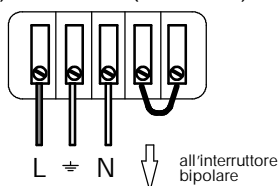

fig. 3.5
- 1 Collegare il cavo di alimentazione elettrica proveniente dall'interruttore bipolare alla morsetti di alimentazione elettrica della caldaia (fig. 3.5) posta dietro il pannello comandi rispettando la corrispondenza della linea (filo marrone) e del neutro (filo azzurro).